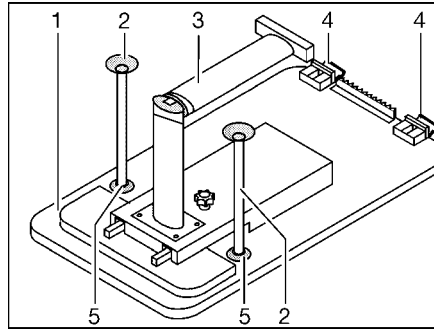

Bild 97 Bettunterbau
- Tischplatte (Bild 97,1) vorn leicht anheben.
- Tischfuß (Bild 97,3) am Gelenk entriegeln und einklappen.
- Tischplatte ca. 45° nach oben schwenken und Halterungen (Bild 97,4) aus der oberen Halteschiene aushängen.
- Je nach Modell die beiden zusätzlichen Stützfüße (Bild 97,2) in die Aufnahmen (Bild 97,5) an der Unterseite der Tischplatte stecken.